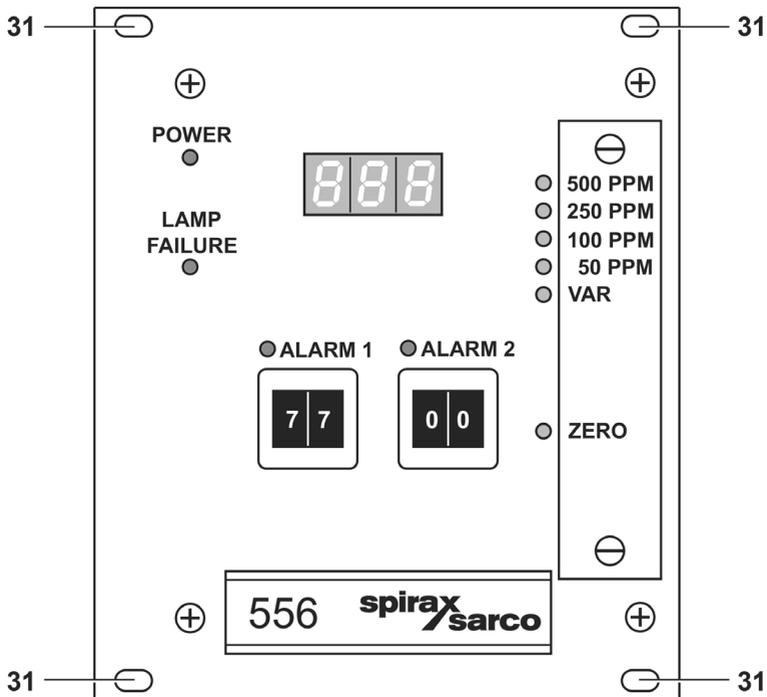

Fig. 9 - Vista frontale con le viti
2. Serrare le quattro viti M2.5 x 11 (31, Fig. 9) del convertitore.